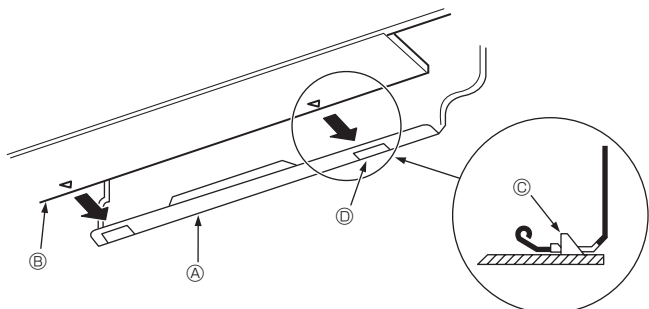

Fig. 3-10
- Al introducir las tuberías de refrigerante y la manguera de drenaje en el orificio de penetración en la pared (manguito de penetración), cuelgue la parte superior de la unidad interior en la placa de montaje ①.
- Fije la unidad en la placa de montaje ① empujando la parte inferior de la unidad. (Fig. 3-10)